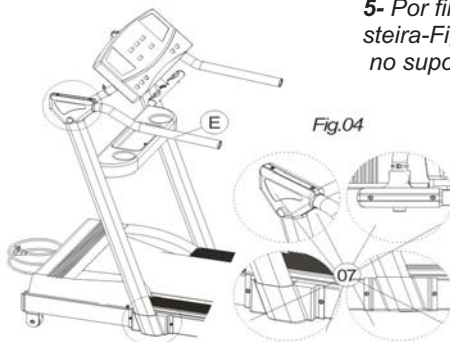

Fig.04
**5- Por fim, fixe as carenagens de acabamento de sua esteira-Fig.04. Monte o porta-objetos (E) ele deve encaixar no suporte com pressão, conforme mostra a figura 04.**